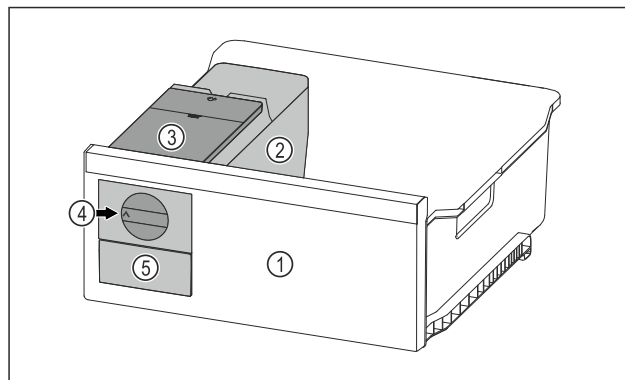

Fig. 102 Przykładowa prezentacja
- ▶ Pokrętko Fig. 102 (4) obrócić zgodnie z ruchem wskazówek zegara.
- ▶ Kostki lodu wypadają do pojemnika na kostki lodu w szufladzie na kostki lodu Fig. 102 (5). Jeżeli nie wszystkie kostki lodu zostaną zwolnione z pojemnika na kostki lodu: